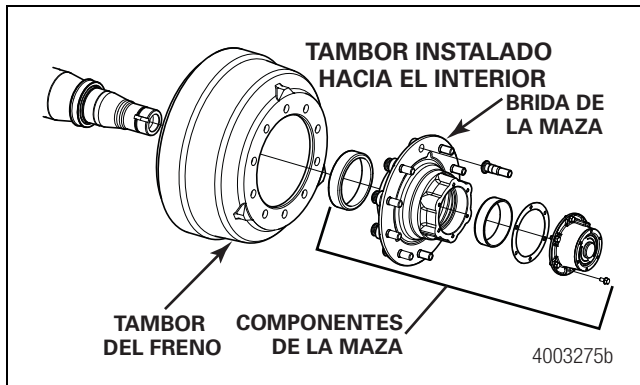

Figura 9.9
- **Tambores instalados hacia el interior:** En esta configuración, el tambor del freno se instala hacia el interior de la brida de la maza. Por lo tanto, se debe retirar la maza antes de retirar el tambor del freno. La principal desventaja de este diseño consiste en que se alteran los cojinetes de extremo de rueda, los sellos y el lubricante durante el mantenimiento del freno. Figura 9.9.